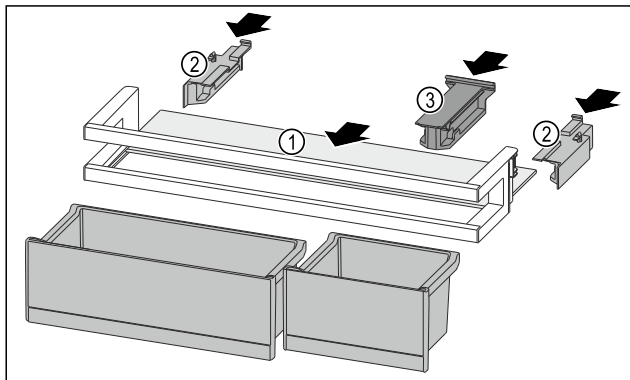

Fig. 120
- Inserire il ripiano Fig. 120 (1) negli incavi laterali.
- Inserire gli elementi laterali Fig. 120 (2).
- Inserire l'elemento di tenuta Fig. 120 (3).